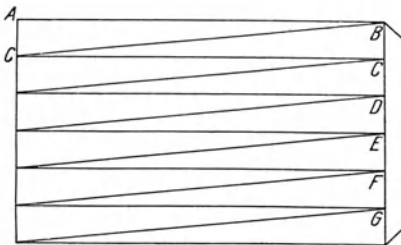

Fig. 13.
**Anleitung.** a) Zeichne auf Millimeterpapier ein Rechteck (10 cm  $\times$  6 cm) und an dessen rechten Rand einen Heftstreifen (Fig. 13). Ziehe in dem Rechteck durch die Punkte  $C$  bis  $G$  fünf Parallelen zur Längs-